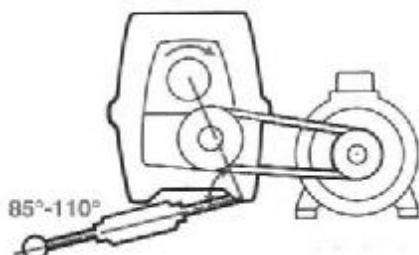

Fig. 4
- The torque arm can be attached to the gear unit at two different points and should always be loaded in tension (see fig. 4 and 5).
- Le bras de réaction peut se fixer en 2 endroits du réducteur ; il doit travailler à la traction (voir fig. 4 et 5).
- De reaktiestang kan op 2 plaatsen aan de tandwielaanhangsels bevestigd worden. Hij dient steeds op trek belast te worden (zie fig. 4 & 5).